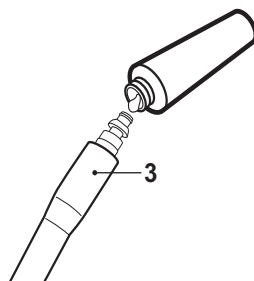

Fig. 23
Aplique una gota de lubricante a la junta tórica presente en el conector de la manguera de alta presión (3) (Fig. 23).